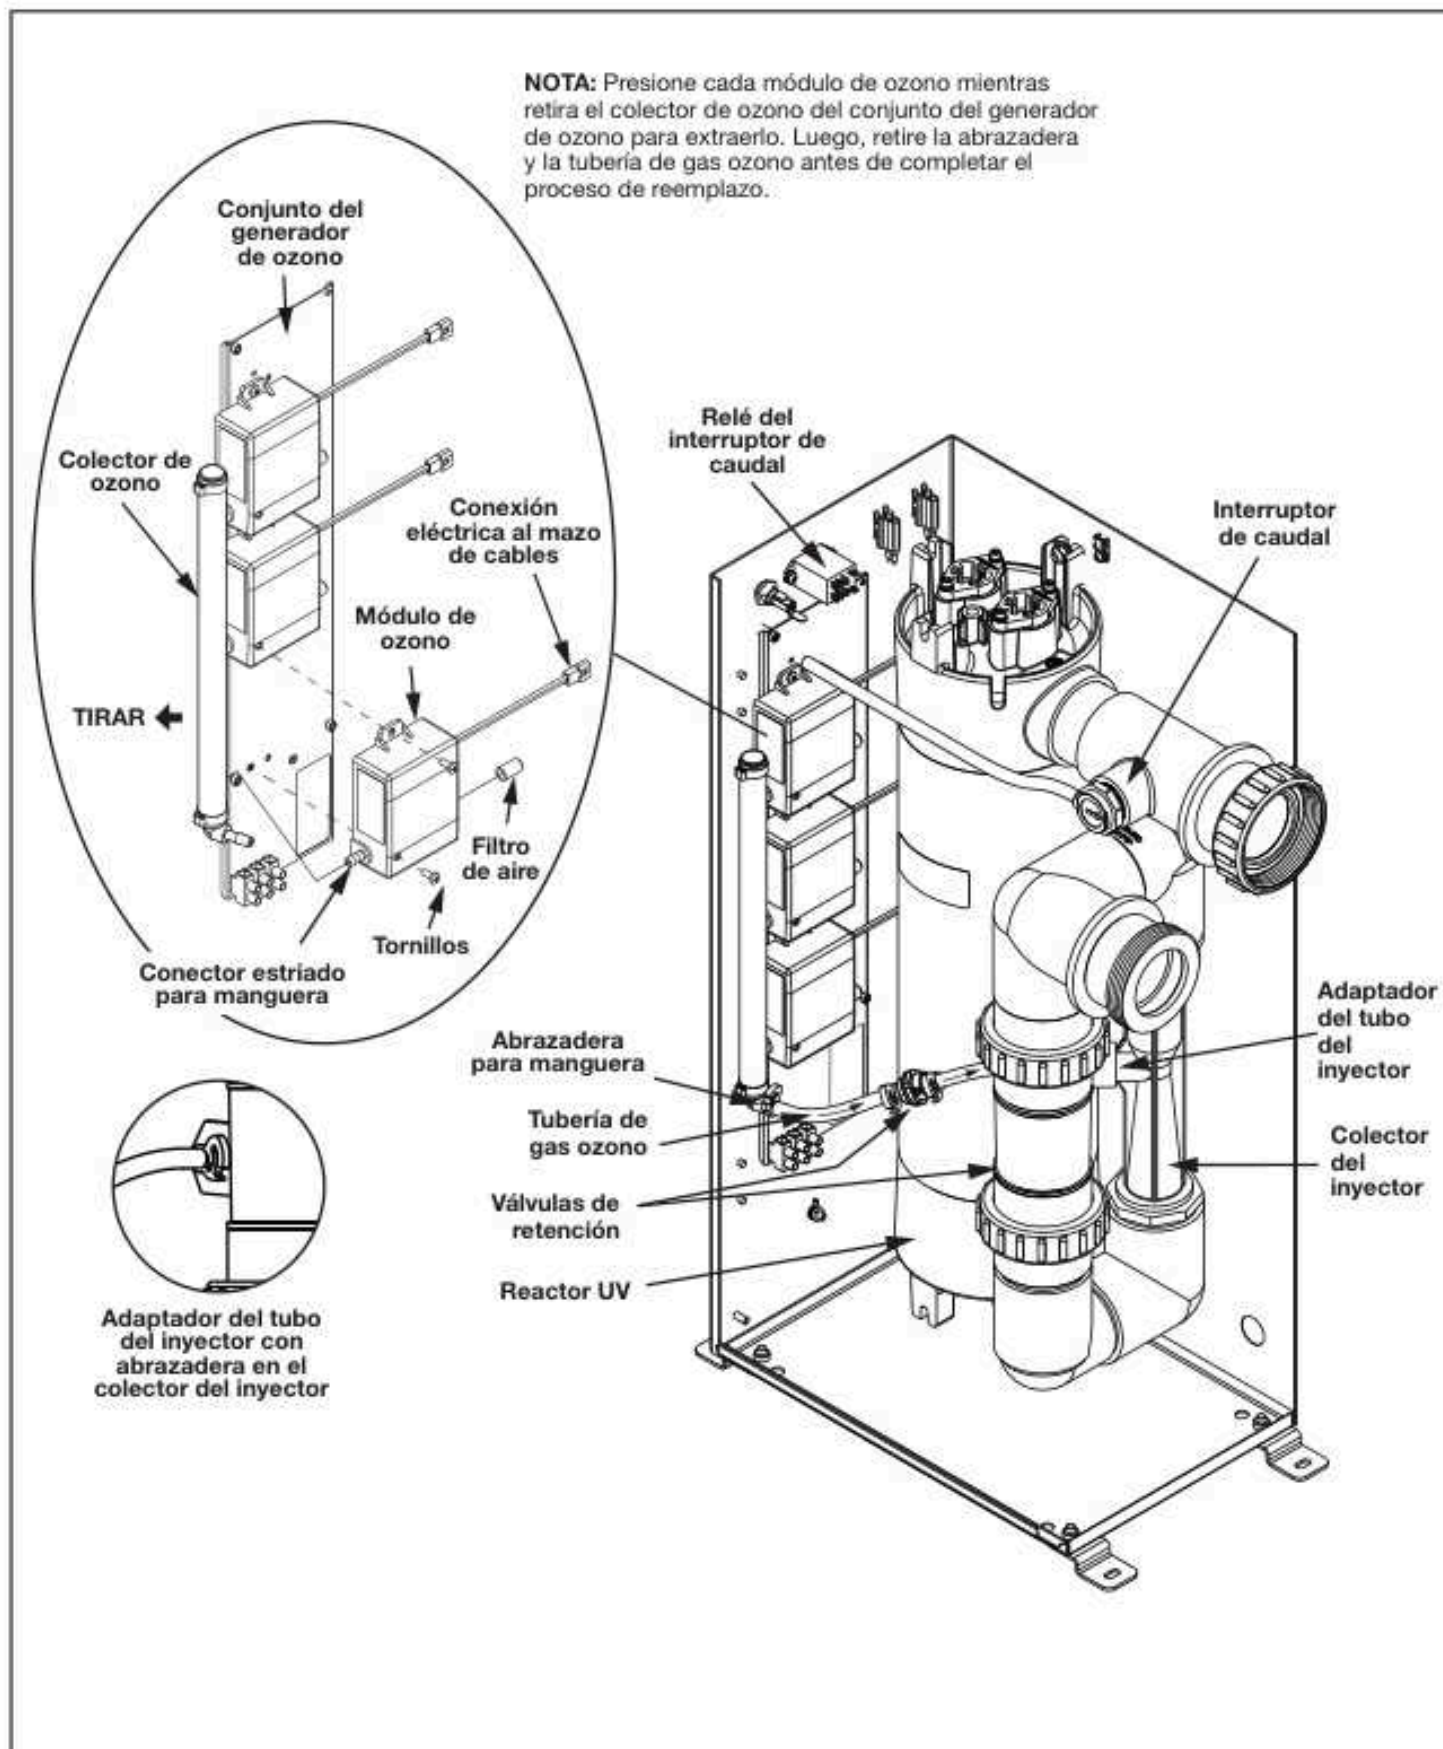

Figura 4. Vista del conjunto electromecánico del sistema JAOPX500
El aire que entra en los módulos de ozono pasa por filtros de aire individuales en cada entrada del módulo. La tapa de goma mantiene los filtros en su lugar (consulte la Figura 4 para obtener una vista más detallada).
4. Sostenga cada módulo con una mano mientras tira del conjunto del colector de ozono para extraerlo del conector estriado de la manguera hasta que esté completamente desconectado del conjunto del generador de ozono. Coloque el conjunto del colector de ozono a un lado. Consulte la Figura 4.
3. Busque los módulos de ozono en la pared izquierda de la estructura. Consulte la Figura 4.
6. Con un destornillador Phillips, quite los dos (2) tornillos que sujetan el módulo de ozono en el soporte de montaje.
11. Empuje el nuevo módulo de ozono para insertarlo en el colector de salida de ozono y sujételo con los dos (2) tornillos que quitó antes.
El adaptador del tubo del inyector conecta las tuberías de gas ozono al colector del inyector. Consulte el círculo más pequeño de la Figura 4.
El inyector aspira el gas del módulo de ozono a través de la tubería de gas ozono hacia el agua. La válvula de retención de ozono en esta tubería evita que el agua regrese al módulo de ozono cuando el sistema no está funcionando (consulte la Figura 4).
6. Oriente la tubería de gas ozono como se muestra en la Figura 4 (observe la indicación de dirección de caudal) y asegúrese de que el gas fluya hacia el colector del inyector. Vuelva a enchufar los conectores de aire estriados del adaptador del tubo inyector a la derecha y el conector estriado de salida de ozono del colector de salida de ozono a la izquierda del sistema AOP Jandy. Utilice alicates para sujetar todas las abrazaderas que haya quitado o aflojado.